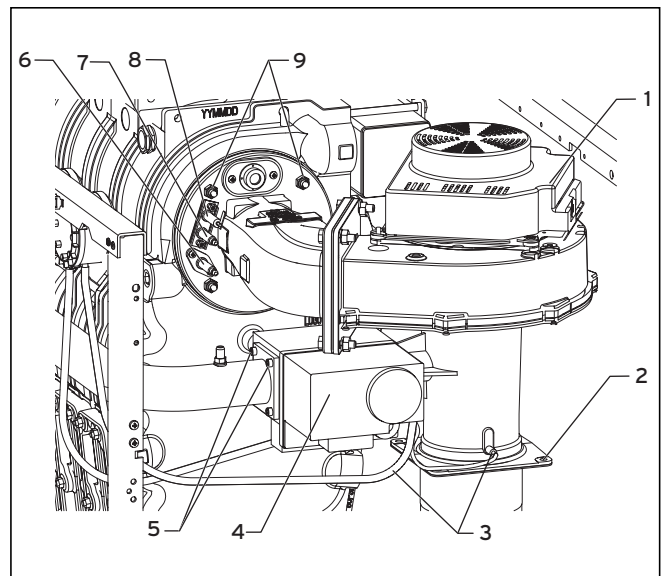

Fig. 8.6 Demontarea arzătorului
- Slăbiți racordurile la armătura de gaz (4, Fig. 8.6) și la suflantă (1, Fig. 8.6).
- Slăbiți conducta de legare la masă (8, Fig. 8.6).
- Slăbiți fișa la electrodul de aprindere (7, Fig. 8.6) și la electrodul de ionizare/supraveghere (6, Fig. 8.6).
- Slăbiți furtunurile de comandă (3, Fig. 8.6) la ventilul de gaz și la Venturi.
- Slăbiți cele patru șuruburi între Venturi și amortizorul de zgomot al aducției respectiv tubul HT (2, Fig. 8.6).
- Slăbiți cele patru șuruburi M5 (5, Fig. 8.6) la tubul de gaz (filtru de gaz)/armătura de gaz.
- Slăbiți cele patru piulițe M8 (9, Fig. 8.6) la schimbătorul de căldură.